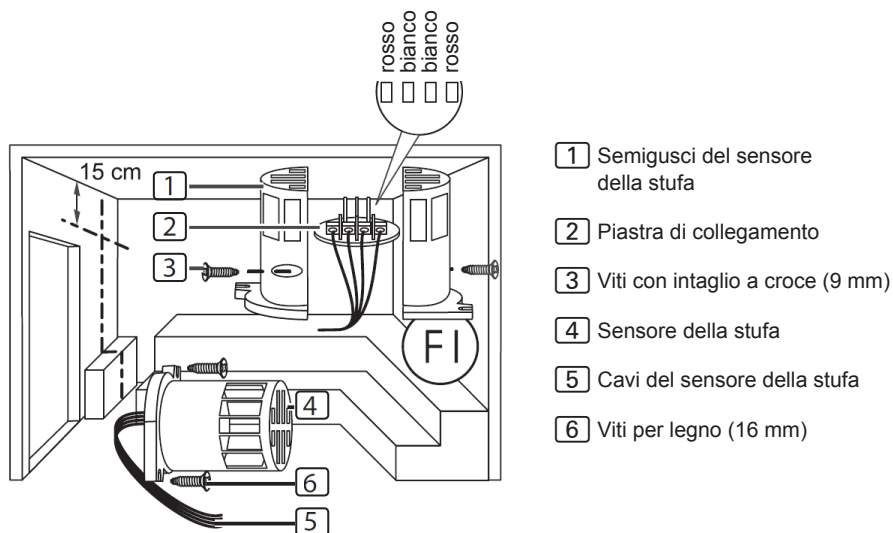

Fig. 4 Montaggio del sensore della stufa (F1)
Per il montaggio del sensore della stufa eseguire i seguenti passaggi (vedi **Fig. 4**):
3. Collegare i 4 collegamenti del cavo del sensore della stufa [5] secondo la **Fig. 4**.
4. Posizionare la piastra di collegamento [2] nei semigusci del sensore della stufa in senso trasversale (come indicato nella **Fig. 4**).